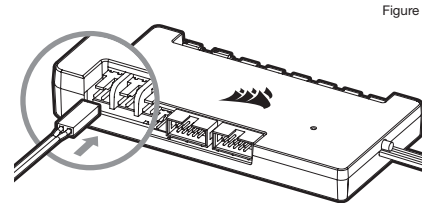

Figure 4
5. Connect the XD5 RGB's temperature sensor into temperature Port #1 on your CORSAIR Commander PRO (Figure 4).
5. Connectez la sonde de température du XD5 RGB au Port Température n°1 sur votre CORSAIR Commander PRO (Figure 4).